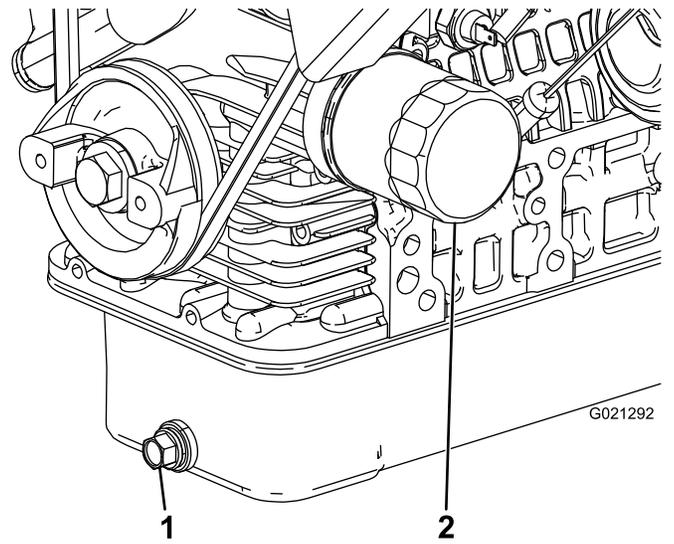

Figura 46
- Retire el tapón de vaciado y deje fluir el aceite a un recipiente apropiado (Figura 46).
- Retire el filtro de aceite (Figura 46).